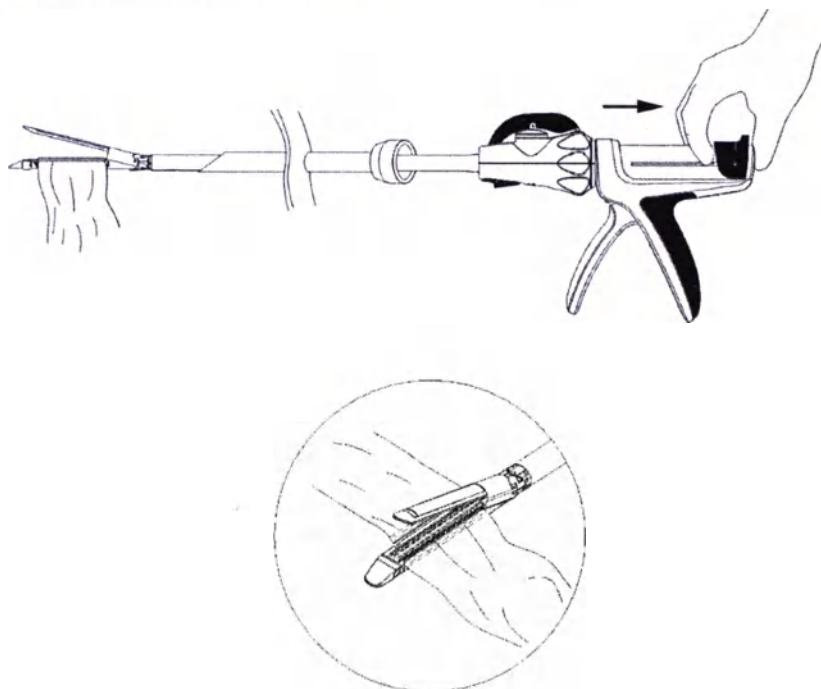

Рис. 5-6
5.6 После полного срабатывания степлера подождите 15 секунд, а затем полностью оттяните черную рукоятку возврата, чтобы открыть бранши. Аккуратно извлеките степлер (см. рис. 5-6). Место применения следует осмотреть на предмет удовлетворительного гемостаза после удаления степлера. Незначительное кровотечение можно остановить с помощью электрокоагуляции, ручного наложения швов или других подходящих техник.